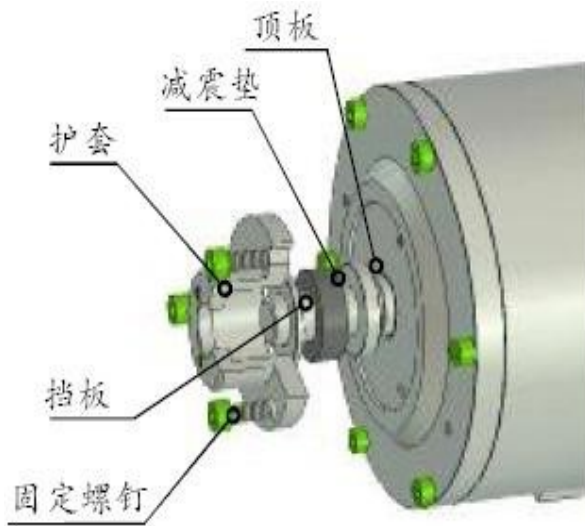

图13
1、 更换胶圈：当制动器的使用次数超过 200 万次或制动器噪声明显变大时，首先调节减震胶圈松紧与闸瓦间隙至标准要求，如仍不能改善，应更换成新减震胶圈。更换方法是：卸下端盖螺钉将调整套连同胶垫取出,更换新减震胶圈即可,结构图请参考图 13、14。
2、 定期维护动芯：用手旋转、推拉动芯杆，要求动芯运动顺畅无卡阻，如果存在不灵活现象，需拆出来清理动芯及端盖、壳体内支撑动芯部位的磨屑及油污，并涂抹少量新的润滑物料，如使用润滑脂必须为耐高温 180℃ 以上的润滑脂，装回相应部件并拧紧所有螺栓后使用。建议每年一次对动芯进行检查维护，结构图请参考图 13、14。